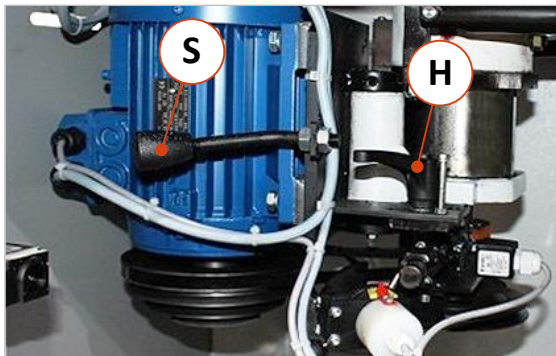

Abbildung 33: Riemen wechseln und nachspannen
- Lösen Sie nun den Klemmhebel (H).
- Den Motor mit dem Schwenkhebel (S) so anheben, dass der alte Riemen entnommen werden kann.
- Anschließend den Klemmhebel (H) wieder festziehen.
- Falls erforderlich, Nachspannen wie oben neben ⇒ Abbildung 33 beschrieben.